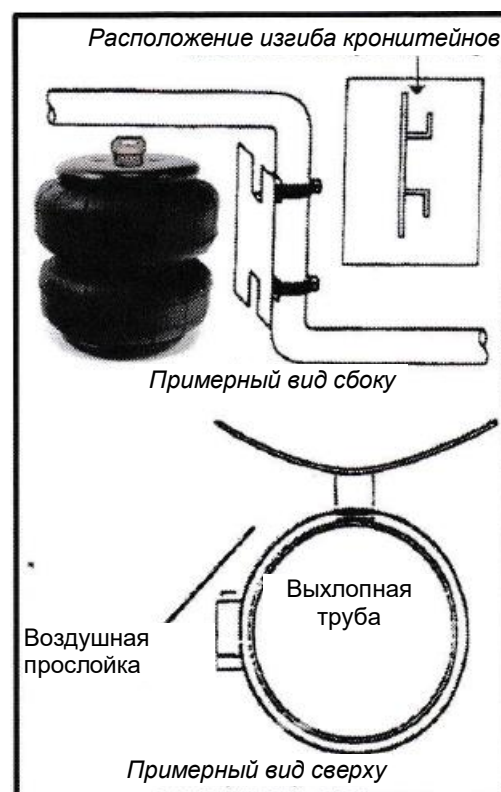

Рис. 3: Установка теплозащитного экрана на выхлопную трубу
16. Согните прилагаемый теплозащитный экран, как показано на рис. 3, и установите на выхлопную трубу с помощью прилагаемых зажимов. Обеспечьте достаточное расстояние от пневмобаллона и воздуховода до выхлопной трубы. Убедитесь, что воздуховод проложен вниз по внешней стороне балке шасси, подальше от выхлопной трубы.